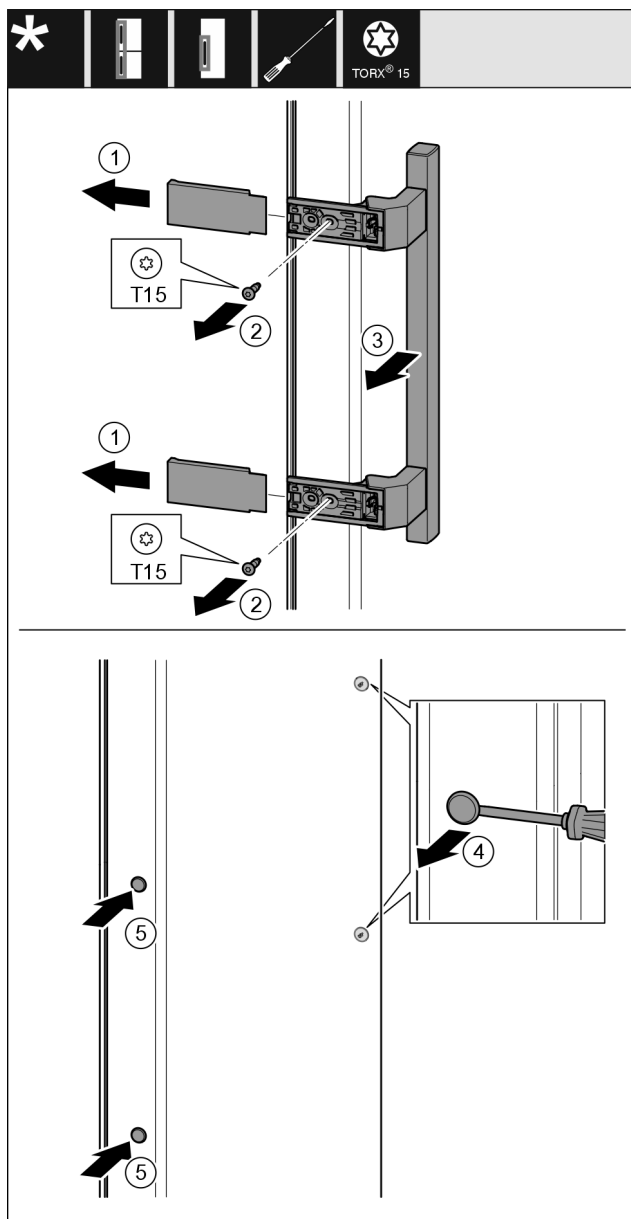

Fig. 49
- Снимите крышку Fig. 49 (1).
- Выкрутите винты Fig. 49 (2) отверткой.
- Снимите ручку Fig. 49 (3).
- Осторожно приподнимите шлицевой отверткой боковую заглушку Fig. 49 (4) и извлеките ее.
- Снова установите заглушку Fig. 49 (5) с другой стороны.